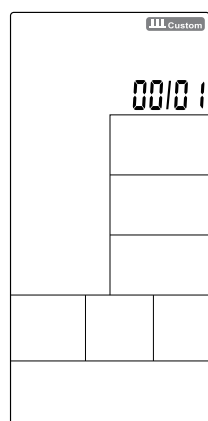

FIGURA 32
- Pressione ENTER (botão 12) para confirmar e ir para a próxima configuração (Figura 32).